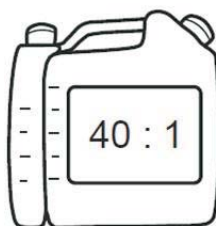

Fig.5a
- > La proportion d'essence par rapport à l'huile est de 2.5% minimum avec une huile 100% synthèse. L'huile minérale est fortement déconseillée car il y a un risque d'encrassement rapide du moteur. (fig. 5a).